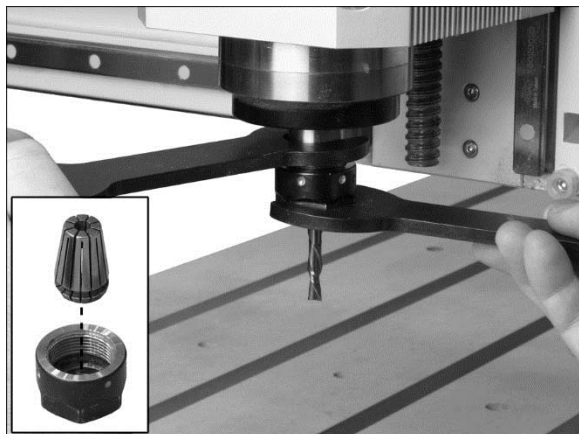

Figure 9-3
3. S'assurer que la douille fournie est propre et insérer celle-ci dans l'écrou de l'arbre (figure 9-3). Presser jusqu'à ce qu'elle clique en position.